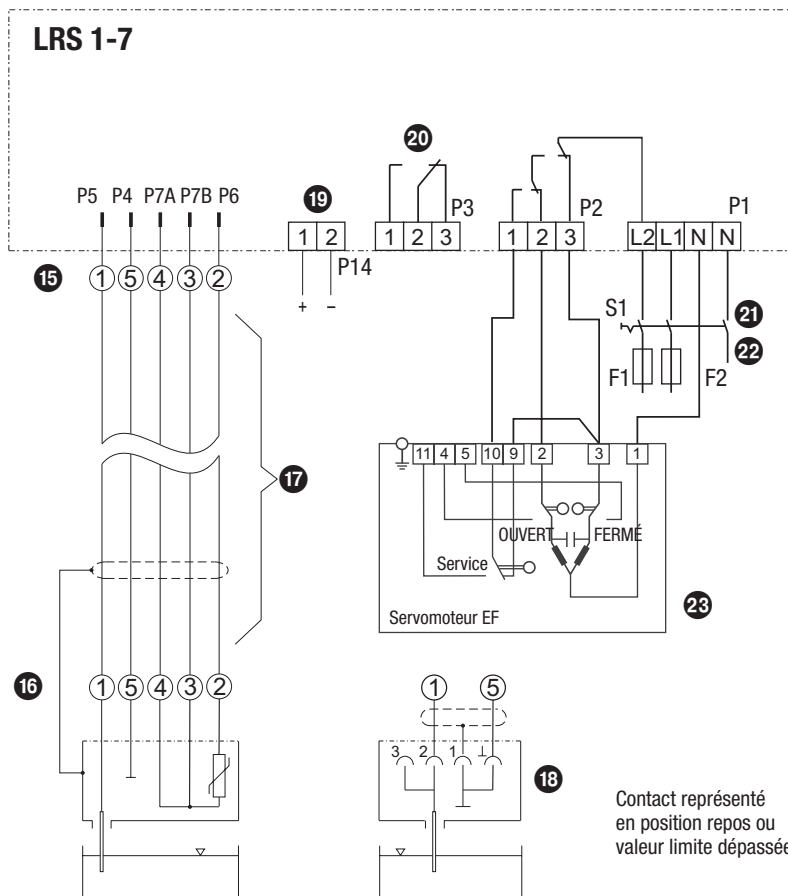

Fig. 4
L'électrode de mesure de conductibilité LRG 16-9 et l'indicateur de conductibilité LRS 1-7 sont dotés de connecteurs de capteur M12, 5 pôles, code A, affectation **Fig. 4 et Fig. 5**. Un câble de commande préconfectionné (avec fiche et prise) pour raccorder les appareils est disponible en tant qu'accessoire dans différentes longueurs.
- Si le câble de commande préconfectionné n'est pas utilisé, il convient de raccorder au câble de raccordement une fiche et une prise blindée conformément au schéma de raccordement **Fig. 4**.
- Raccorder le blindage dans la fiche de l'électrode de mesure de conductibilité, voir schéma de raccordement **Fig. 4 et Fig. 5**.